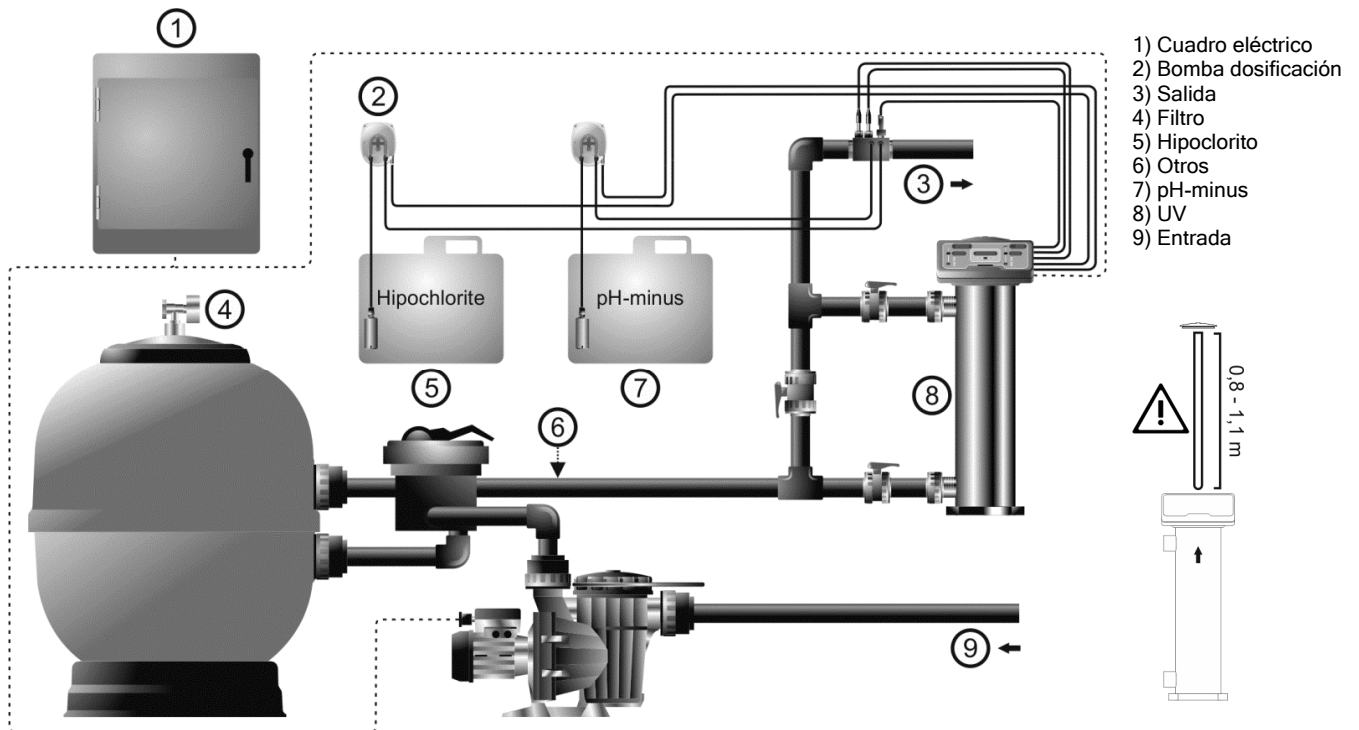
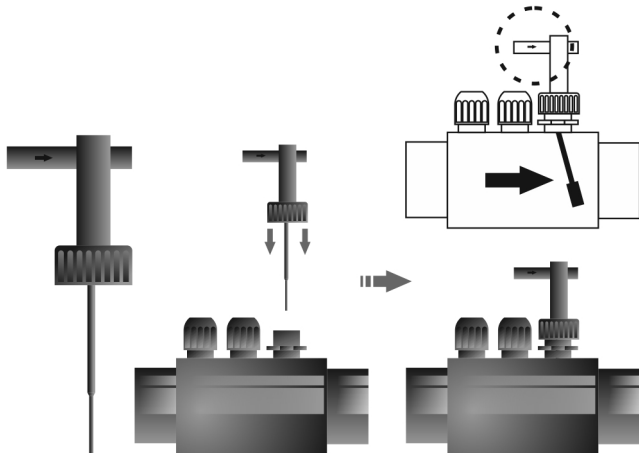
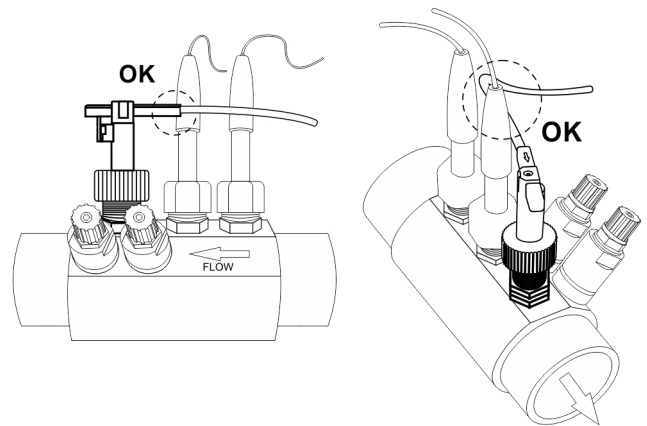

Fig. 1
Fig. 2b
Fig. 3b
El sistema UV LP/LP+ debe instalarse siempre de forma VERTICAL y sobre el suelo como se muestra en el diagrama de instalación recomendada (Fig. 1). Para garantizar su buen estado de conservación, debe procurarse instalar siempre el equipo en un lugar seco y bien ventilado de la sala de máquinas. El grado de estanqueidad del sistema UV LP/LP+ no permite su instalación a la intemperie.
1. Encolar el porta-sondas (pvc d63) suministrado en un tramo de la tubería situado detrás del by-pass UV (fig.1). El porta-sondas deberá instalarse siempre en posición horizontal al suelo (ver Fig. 2b), de forma que las entradas roscadas (1/2" G - 3/8" G) queden siempre accesibles para la posterior instalación de la inyección: pHminus + hipoclorito (ver fig. 3b).
2. Instalar el detector de flujo (flujostato) suministrado siempre de forma vertical en el porta-sondas (Fig. 2b).
3. Existe un flecha marcada en la cabeza del detector de flujo. Asegúrese que la flecha apunta en la dirección del flujo de agua (Fig. 2b y 3b).